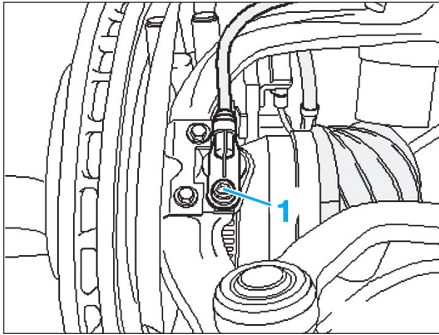

Fig. 22
- Dévisser la vis (1) du capteur de vitesse (Fig.22).